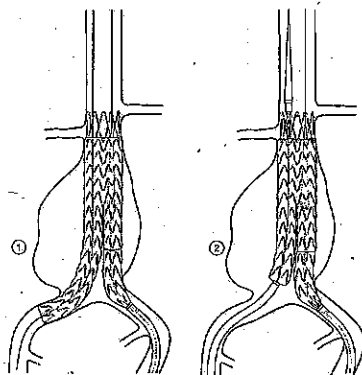

Figura 12. Rilascio della configurazione gamba
5. Assicurarsi che vi siano almeno tre stent sovrapposti (figura 12).